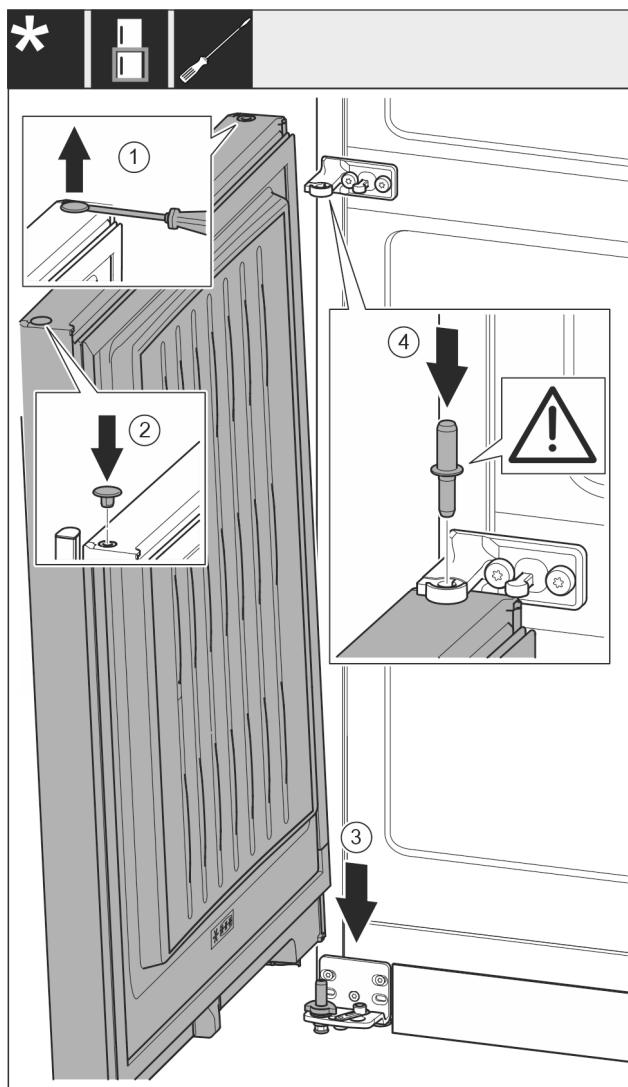

Fig. 18
- ▶ За допомогою шліцової викрутки обережно підніміть пробку та витягніть її. Fig. 18 (1)
- ▶ Знову вставте пробку з іншого боку дверцят. Fig. 18 (2)
- ▶ Встановіть дверцята зверху на нижній опорний гвинт. Fig. 18 (3)
- ▶ Середній опорний гвинт встановіть в нижні дверцята через середній опорний кронштейн. При цьому виступ фіксатора повинен бути спрямований назад. Fig. 18 (4)